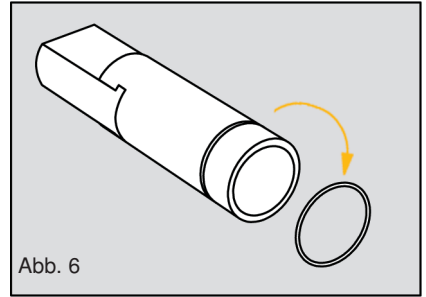

Abb. 6
- Entfernen Sie den O-Ring von der Batterieeinheit (siehe Abb.6 / Seite 21). Verwenden Sie auf keinen Fall scharfkantiges Werkzeug!